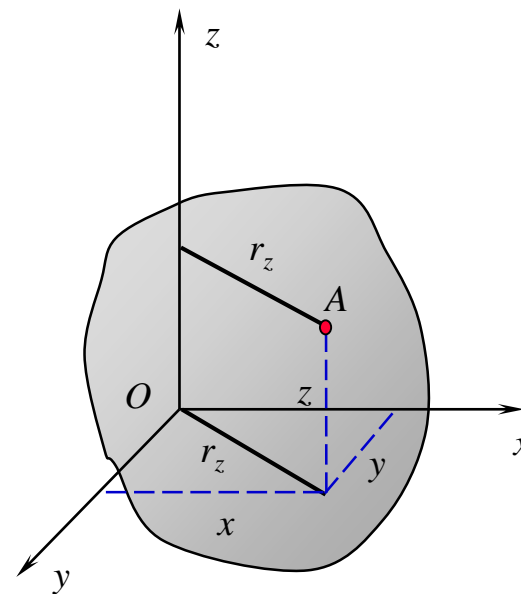

图 1
1.转动惯量：刚体对轴 z 的转动惯量，是刚体内所有各点的质量与其对该轴的转动半径的平方的乘积的总和（如图1）。